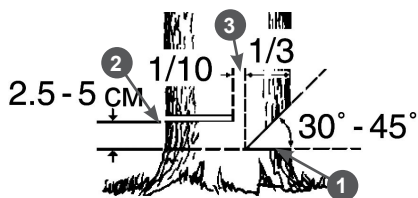

Рис. 10. Расположение запила, пропила и недопила
2. Начните пилить с той стороны дерева, куда оно должно упасть (Рис. 10). Сделайте запил 1 с той стороны, куда должно упасть дерево, глубиной примерно $1/3$ диаметра ствола и под углом от 30 до 45 градусов (Рис. 10). В начале пиления первым должен коснуться дерева зубчатый упор. Затем, используя зубчатый упор в качестве точки вращения, вращением электропилы погружайте шину с движущейся цепью в древесину. При спиливании крупных деревьев перестановку упора делают несколько раз.
3. Сделайте основной валочный пропил 2 с противоположной стороны, выше основания запила на $2,5-5$ см. Между основным пропилом и запилом должен оставаться недопил 3 равный примерно $1/10$ диаметра ствола. Вставьте своевременно клин в пропил. Недопил 3 действует как шарнир и позволяет контролировать падение дерева (Рис. 10).
Ни в коем случае не допиливать до конца недопил 3 (Рис. 10), так как при этом невозможно контролировать направление падения дерева.